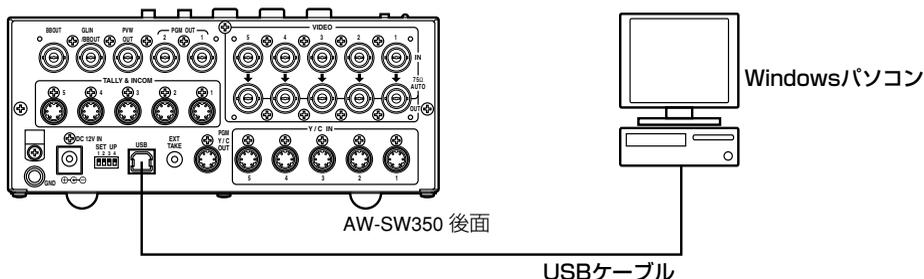

図1：接続図
- 2** AW-SW350の電源スイッチをONにし、POWERランプが点灯していることを確認し、AW-SW350の背面にあるUSBポートとホストコンピュータのUSBポートをA-BタイプUSBケーブルで接続します。（図1）